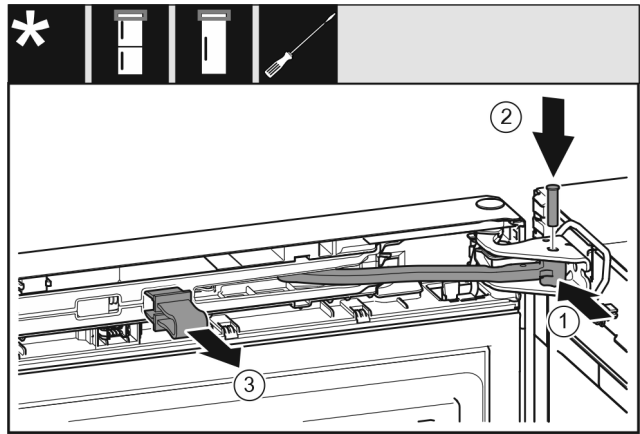

Fig. 21
- ▶ Rotiți articulația în suportul de lagăr. Fig. 21 (1)
- ▶ Introduceți bolțul în suportul de lagăr și articulație. Urmăriți ca respectiva camă de cuplare să fie așezată corect în canelură. Fig. 21 (2)
- ▶ Detașați siguranța. Fig. 21 (3)